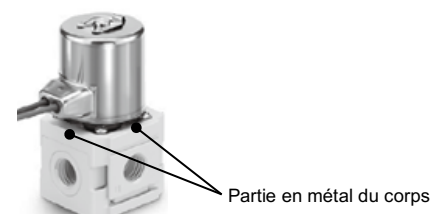
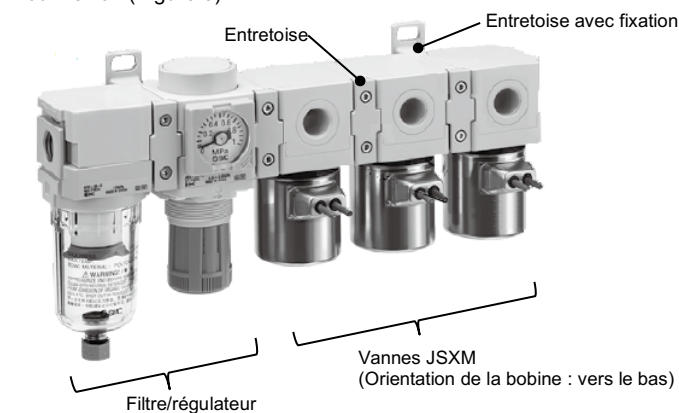
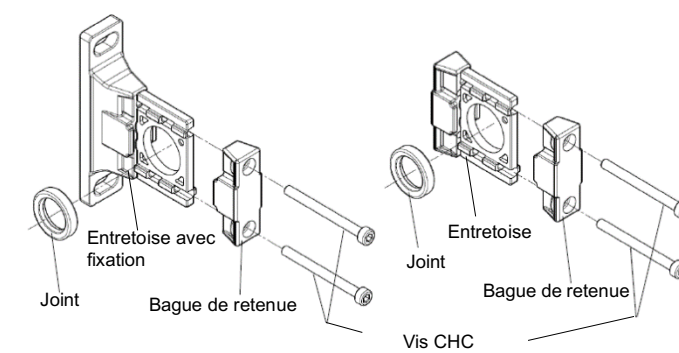

Figure 1. Zone de serrage de la vanne
Figure 2. Exemple de montage modulaire
Figure 3. Entretoise avec fixation et entretoise
- Lors du raccordement de la tuyauterie/du raccord à la vanne, serrez la partie en métal du corps avec un étau, etc. Voir Figure 1.
Les vannes JSXM peuvent être montées individuellement (Figure 1) ou assemblées de manière modulaire (Figure 2) à l'aide des entretoises de connexion (Figure 3).
- 1) Une entretoise ou une entretoise avec fixation est utilisée pour combiner 2 modules, voir la Figure 2 et le Tableau 4.